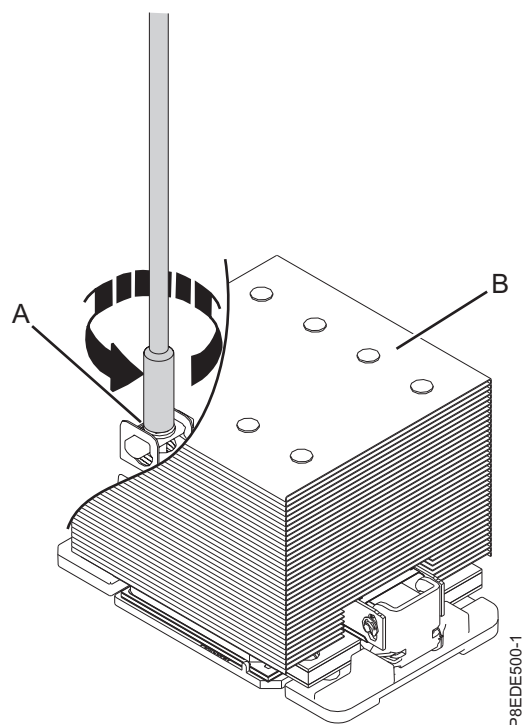

図 4. ヒート・シンクの取り外し
- a. 提供されている 5.5 mm ナット・ドライバー (部品番号 43W3032) を反時計方向に回して **(A)**、ヒート・シンク駆動ねじが緩んで、自由に動くようになるまでねじを緩めます (7 ページの図 4 を参照)。